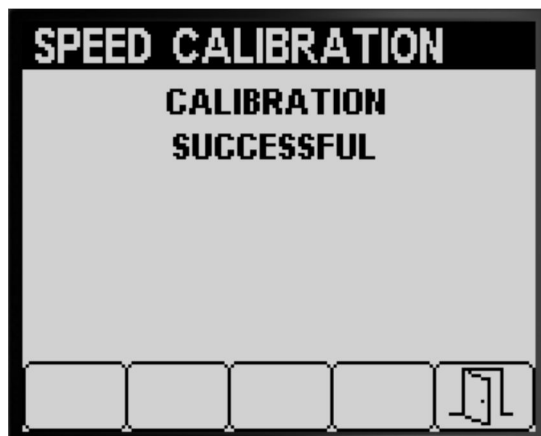
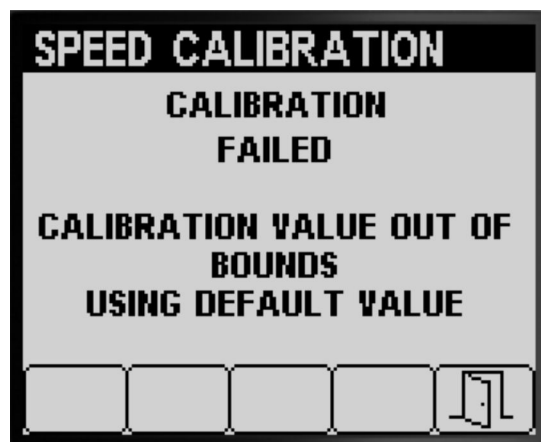

Figura 68
Figura 69
- Compare un messaggio che conferma l'avvenuta taratura della velocità (Figura 68).
- Compare un messaggio indicante che la taratura della velocità non è andata a buon fine (Figura 69).
**Nota:** Se il valore della taratura oltrepassa i limiti (Figura 69), contattate il vostro centro assistenza Toro autorizzato; altrimenti, rivedete il messaggio di errore e ripetete i passaggi della procedura di taratura in Preparazione per la taratura della velocità (pagina 23) e Esecuzione della taratura della velocità (pagina 25).
5. Premete il pulsante 5 per uscire dalla schermata Taratura della velocità (Figura 68 e Figura 69).